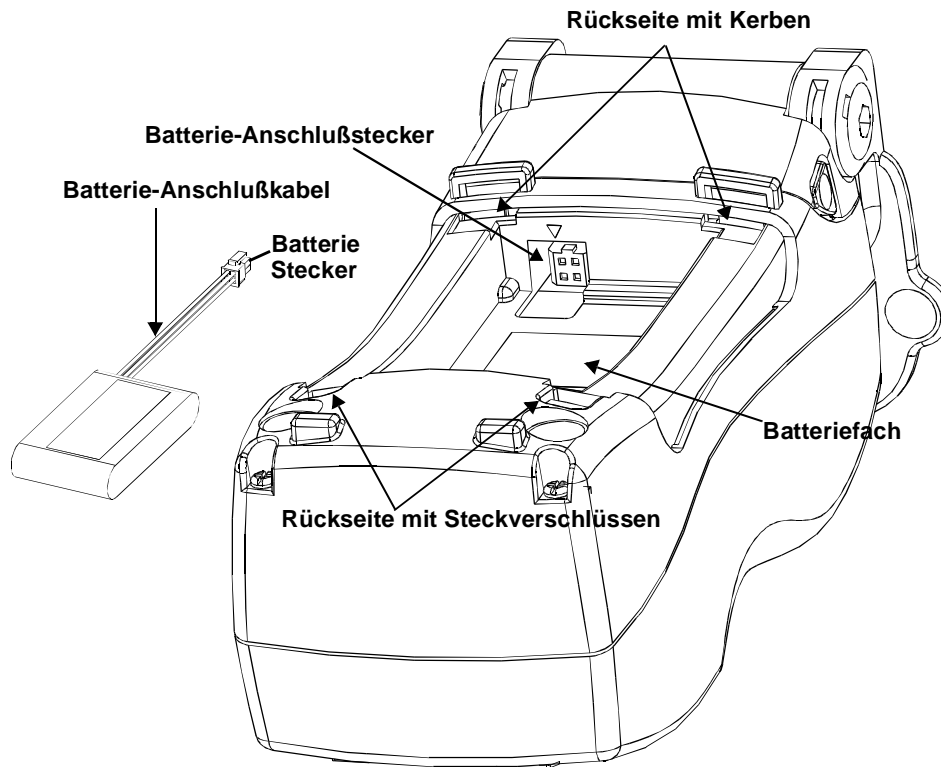

Abb. 4-5 Anschluß der Batterie
5. Stecken Sie das Batterie-Anschlußkabel in die Buchse im Batteriefach. Lassen Sie den Stecker einrasten. Siehe Abb. 4-5.